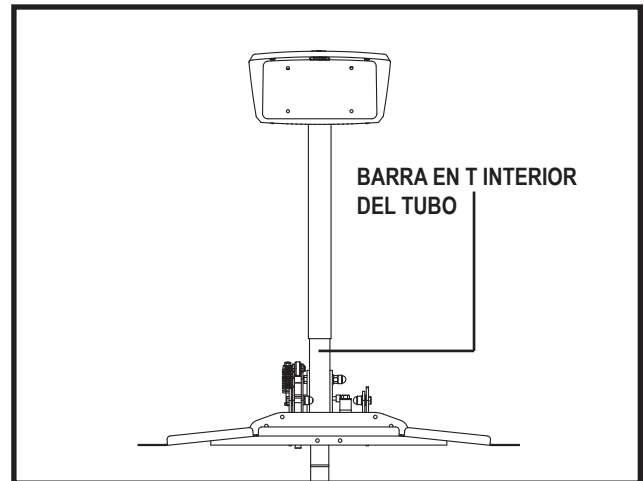

Figura 24. Mantenimiento de la estructura del elevador
- Limpie y lubrique el interior del tubo telescópico en T. Use únicamente una grasa de litio resistente a todo tipo de climas. **Ver figura 24.**